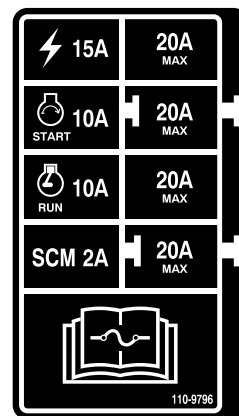

Figura 41
**Importante:** Si es necesario cambiar un fusible, utilice siempre un fusible del mismo tipo y amperaje que el fusible que está sustituyendo; si no, podría dañar el sistema eléctrico. Consulte la pegatina situada junto a los fusibles que contiene un esquema de cada fusible y su amperaje (Figura 41).